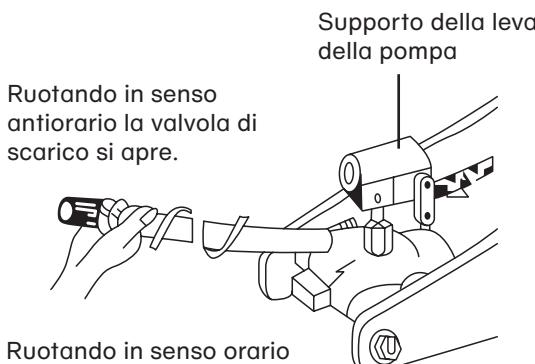

Fig. 1
4. Chiudere la valvola di scarico ruotandola in senso orario. A tal fine, utilizzare la leva di pompaggio (vedi Fig. 1)
1. Chiudere la valvola di scarico ruotandola in senso antiorario (vedi Fig. 1).